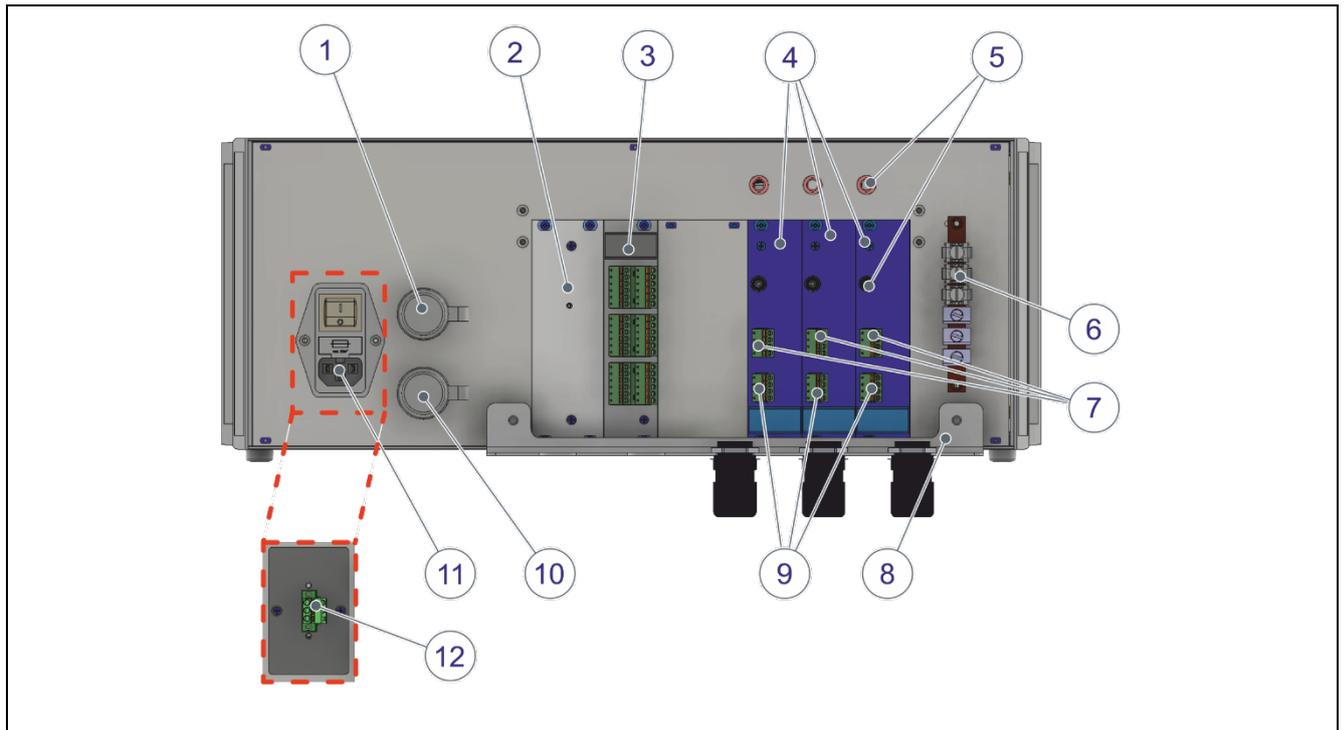

Abbildung 4-2: Geräteübersicht: Vorderseite und Innenseite
- ▶ Zusätzlich können Sie das Erdungskabel an die Erdungsschiene auf der Rückseite anschließen (siehe *Abbildung 4-2 auf Seite 19*).
- ▶ Schließen Sie das Netzkabel an das Gerät an (siehe *Abbildung 4-2 auf Seite 19*).